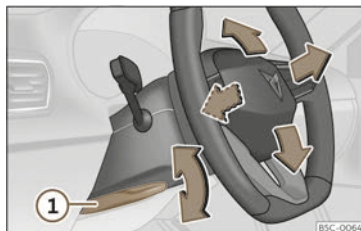

Abb. 94 Hebel auf der linken unteren Seite der Lenksäule.
- Hebel >>> (Abb. 94) ① nach unten schwenken, Lenkrad in die gewünschte Position bringen und Hebel wieder bis zum Schließpunkt nach oben drücken.
- Den Hebel >>> (Abb. 94) ① nach dem Einstellen immer fest nach oben schwenken, damit das Lenkrad während der Fahrt nicht unbeabsichtigt seine Position verändert.